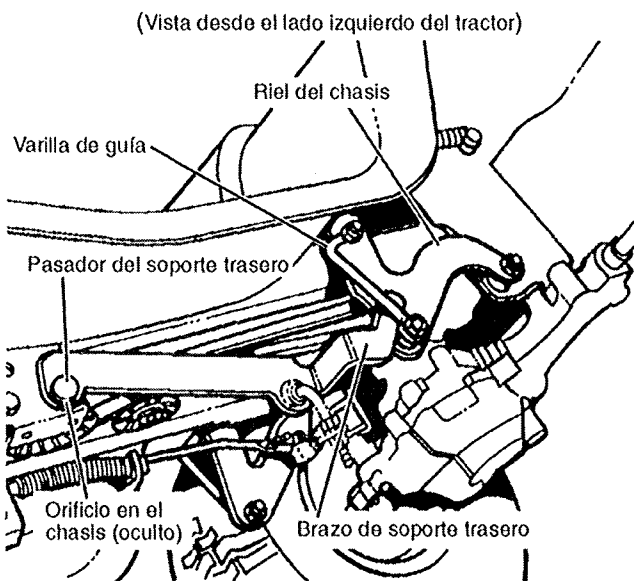

FIGURA 9
- Coloque la plataforma de modo que los brazos de soporte traseros queden entre las varillas de guía doradas y los rieles del chasis en el lado exterior. (vea la Figura 9)
- Levante la plataforma del cortacésped. Coloque bloques de 2 pulgadas (50 mm) debajo de las orillas de la plataforma, lo que permite alinear los orificios en la parte delantera de las ménsulas de soporte traseras con los orificios en el chasis (vea la Figura 9).